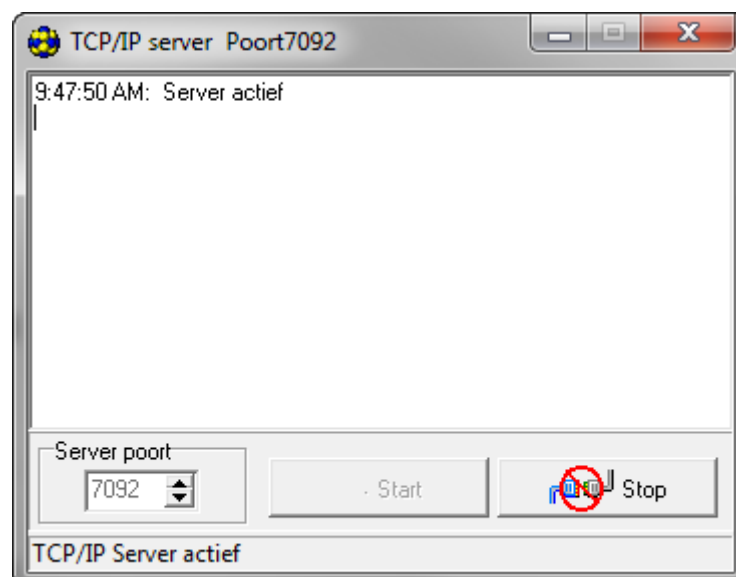

Fig. 8. “TCP/IP” scherm.
2. Selecteer “TCP/IP” in het “Communicatie” menu. Een scherm zal worden geopend waarin informatie wordt weergegeven dat de server actief is (zie: Fig. 8).